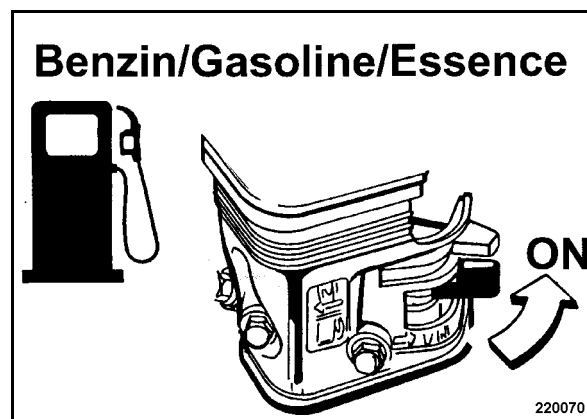

рис. 15
- Полностью открыть топливный кран (рис. 15) в направлении стрелки до упора.